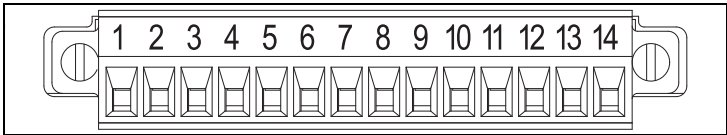

Abbildung 9: Pin-Belegung/Zubehörstecker-ID
1. Notieren Sie sich bei der Installation des Zubehörkits an der Anschlussbox des MTP6000-Fahrzeugkits die Pin-Belegungen und ID-Nummern auf den Zubehörsteckern (siehe Abbildung 9 und Tabelle 1 unten).